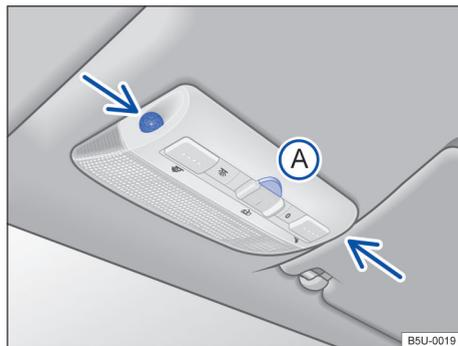
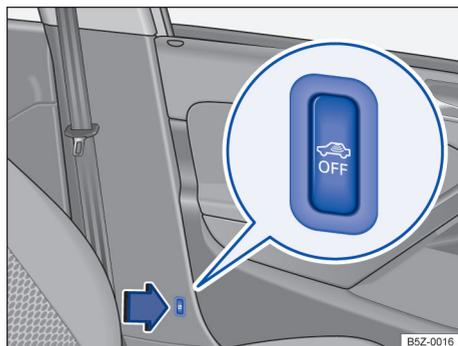

Fig. 50 No console do teto: sensores de monitoramento do interior do veículo e botão (A) para desligar o monitoramento do interior do veículo.
Fig. 51 Ao lado do banco do condutor: botão para desligar o monitoramento do interior do veículo.
O monitoramento do interior do veículo dispara o alarme com o veículo travado, se reconhecer movimentos no interior do veículo. O sensor e o receptor estão localizados no conjunto da lanterna de leitura → Fig. 50 (setas).
- Pressionar o botão → Fig. 50 (A) ou → Fig. 51  por 2 segundos. No painel de instrumentos a luz de controle  se acende.